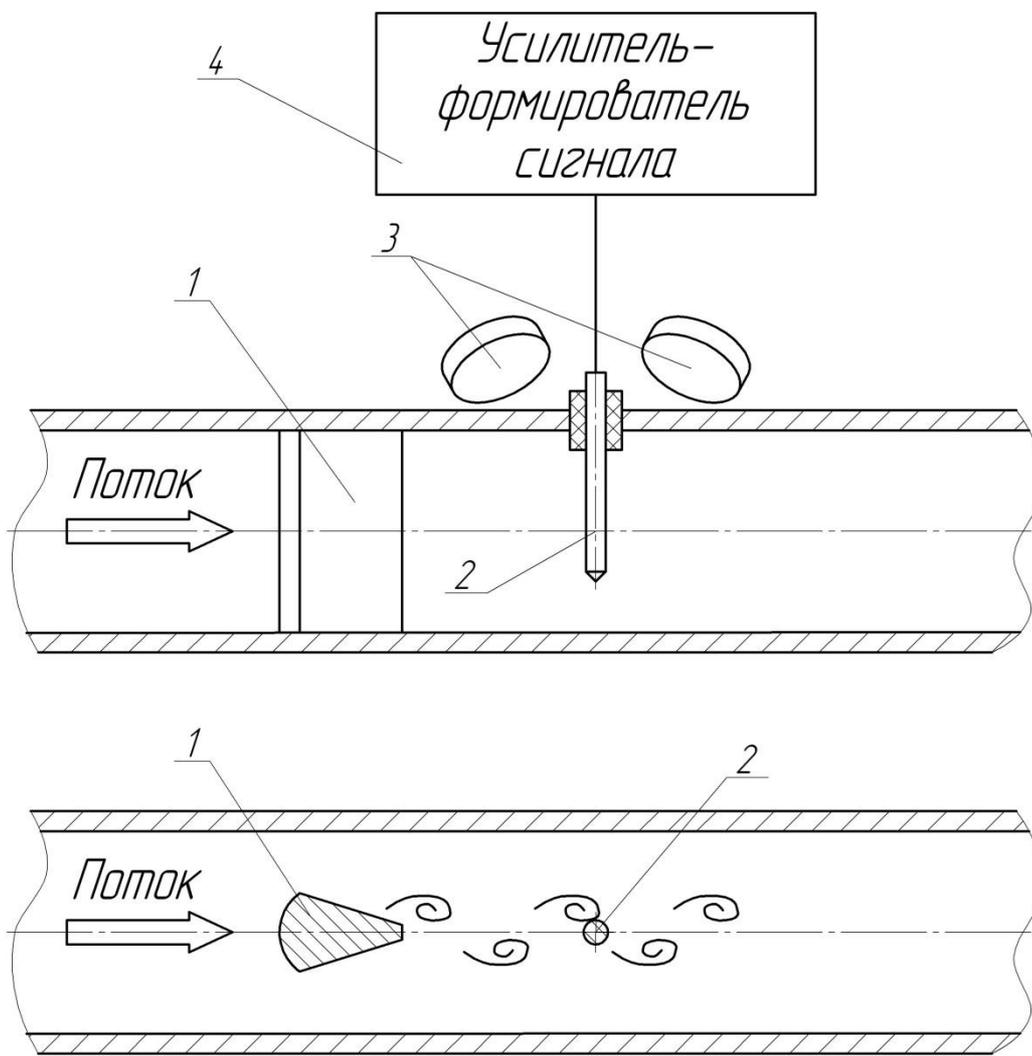

Рисунок 4 – Схема для пояснения принципа действия ВЭПС-Р
Принцип действия рассмотрен на примере ВЭПС-Р с Ду от 20 до 50 мм и заключается в следующем. При движении жидкости в проточной части ВЭП (рисунок 4) на фронтальной стороне тела обтекания (1) создается повышенное давление, а на тыльной – пониженное. Пограничный слой, обтекающий это тело, отрывается от него и под влиянием пониженного давления изменяет направление движения, образуя вихрь. Образование вихрей с одной и с другой стороны тела обтекания происходит поочередно, образуя вихревую дорожку Кармана. Частота вихреобразования пропорциональна скорости движения потока жидкости и, следовательно, пропорциональна объемному расходу. В вихревом потоке жидкости с ионной проводимостью под воздействием магнитного поля магнитов (3) образуется переменная электродвижущая сила (ЭДС) с частотой, равной частоте вихреобразования. ЭДС регистрируется электродом (2). Сигнал с электрода поступает на вход УФС (4) для усиления, обработки и формирования выходных электрических сигналов в зависимости от функционального назначения выхода преобразователя.